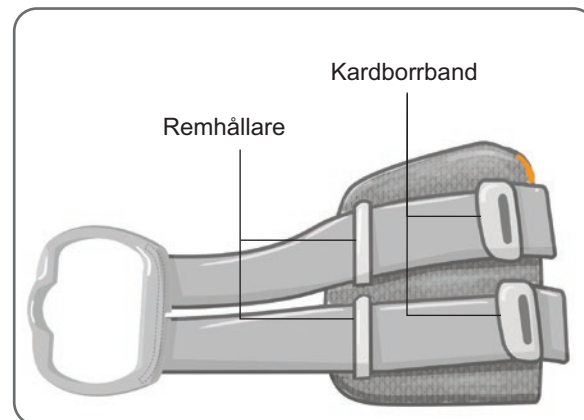

Bild 6-2: Rem för underbensmanschett fastsatt på en medelstor underbensmanschett
- För remmen genom remhållarna och spännena på underbensmanschetten. Se till att kardborrbanden är vända bort från underbensmanschetten. Fäst remmen genom att trycka ihop kardborrbanden. Se bild 6-2.